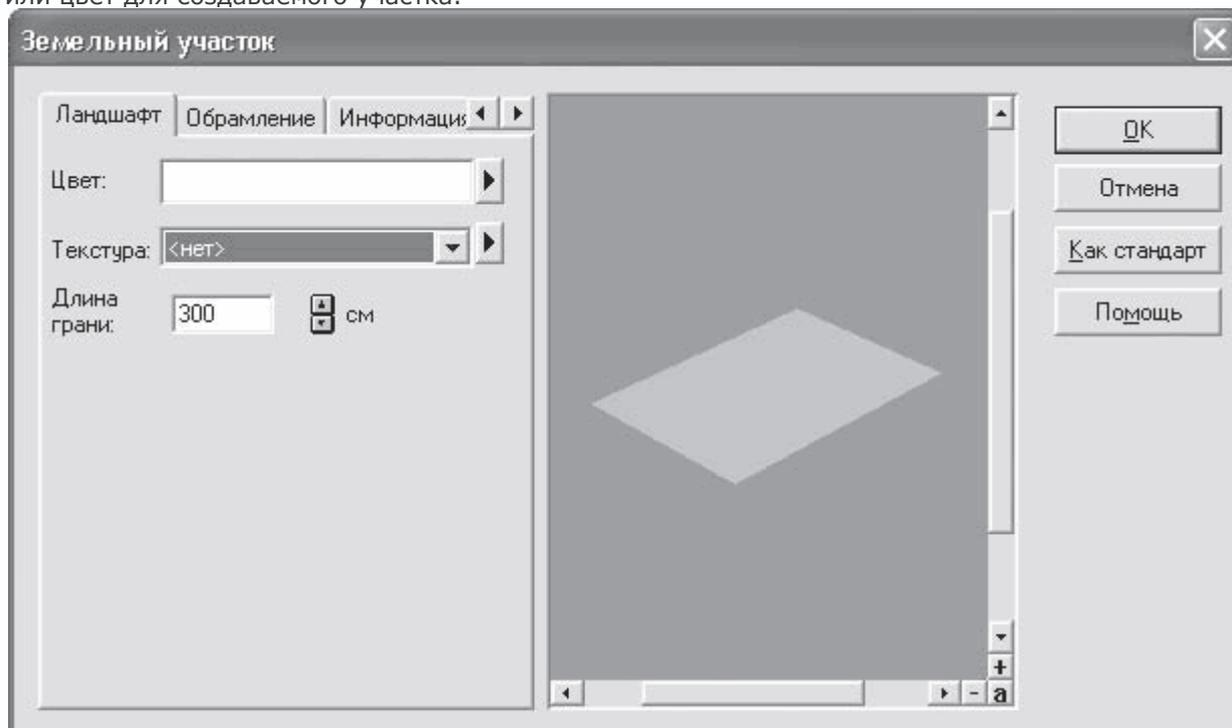

Рис. 4.58. Окно Земельный участок
3. После второго щелчка кнопкой мыши откроется окно Земельный участок (рис. 4.58), в котором можно выбрать текстуру или цвет для создаваемого участка.